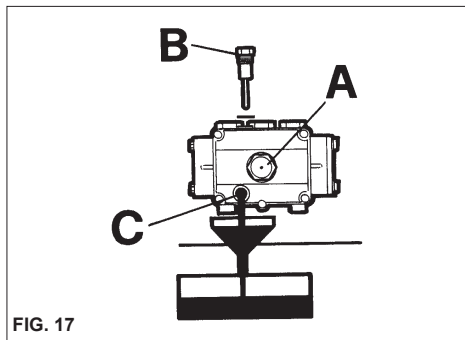

FIG. 17
- 2 - Desenroscar el tapón con la varilla de control del nivel (fig. 17).